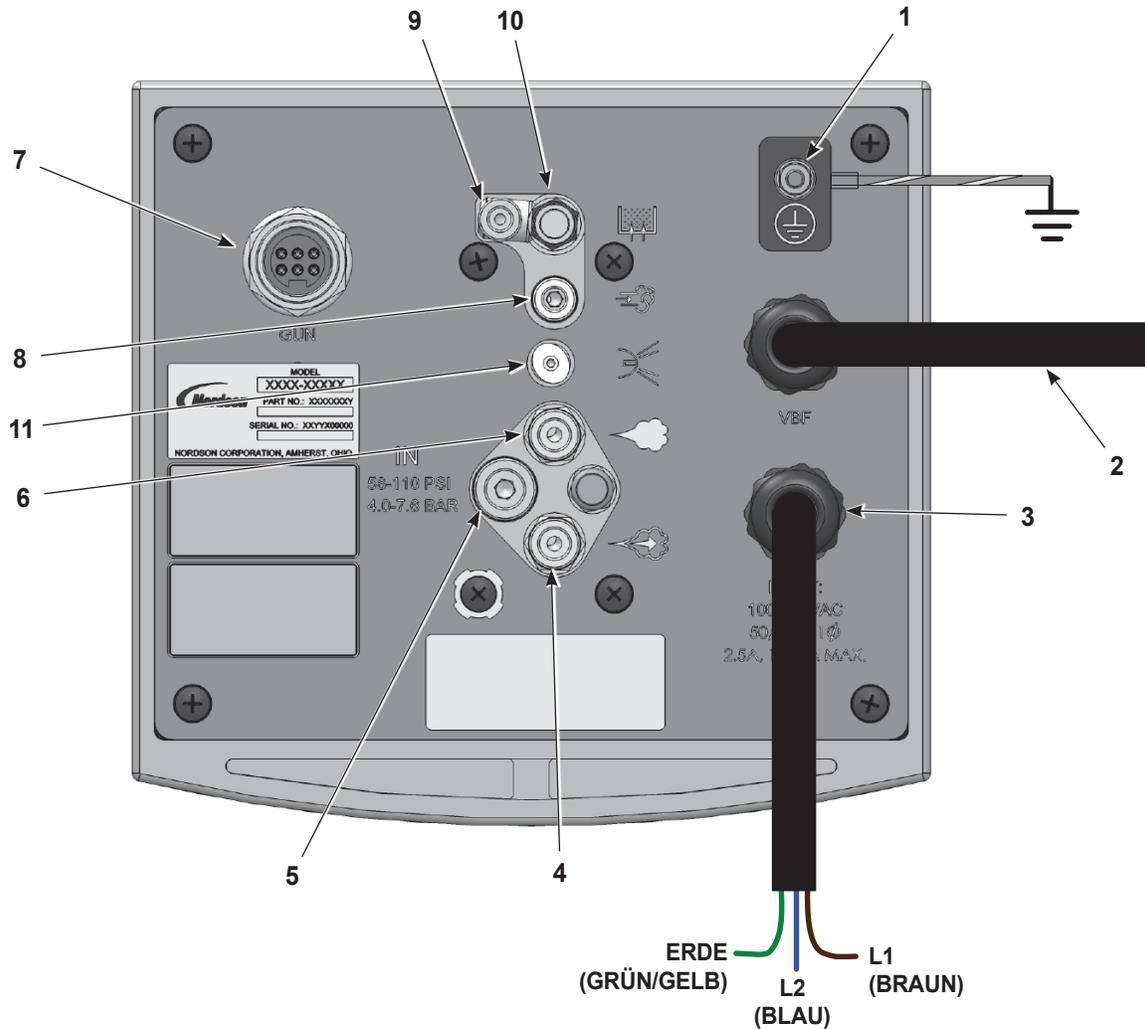
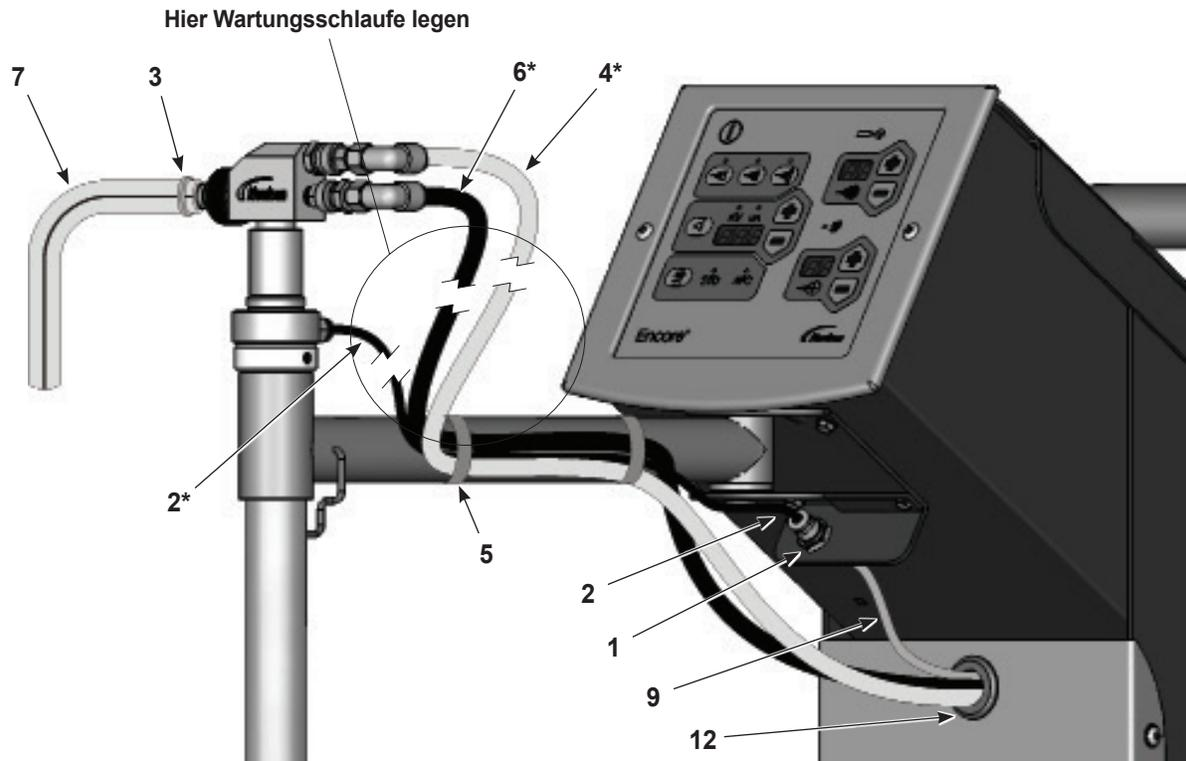

Abbildung 3-4 Anschlüsse der Encore LT Handsprühapplikator-Steuerung
Abbildung 3-8 Installation von Entnahmerohr und Pumpe des Encore LT Applikators
7. Siehe Abbildung 3-4. Die kürzeren Enden der Schläuche in die Steuerung stecken:
- Zerstäuberluftschlauch (4), blau, 8 mm
- Förderluftschlauch (6), schwarz, 8 mm
- Fluidluftschlauch (9), blau, 6 mm
8. Siehe Abbildung 3-8. Die Schläuche (4, 6, 9) wie abgebildet durch die Durchgangsstülle in der Vorderwand des Wagenturms führen.
- Blauen 8-mm-Zerstäuberluftschlauch (4) an die obere Pumpenverschraubung
- Schwarzen 8-mm-Förderluftschlauch (6) an die untere Pumpenverschraubung
- Blauen 6-mm-Fluidluftschlauch (9) an die Schottverschraubung (1)
- Schwarzen 6-mm-Fluidluftschlauch (2) an die Schottverschraubung und das Entnahmerohr
- Pulverschlauch (7) an die Pumpe - mit Schlauchschelle (3) befestigen
3. Siehe Abbildung 3-4. Folgende Schläuche an der Steuerung anschließen: